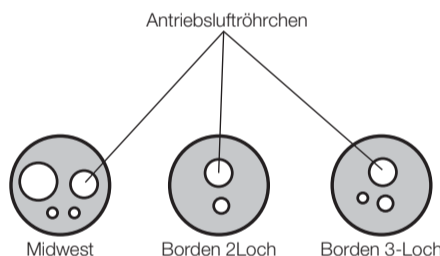

Abb. 5
- Den Scaler vom Handstückschlauch abnehmen und 2-3 Tropfen Öl in den Antriebsluft-Anschluss des Handstücks geben (siehe Abb. 5). Auf den Handstückschlauch stecken und 5 Sekunden laufen lassen.